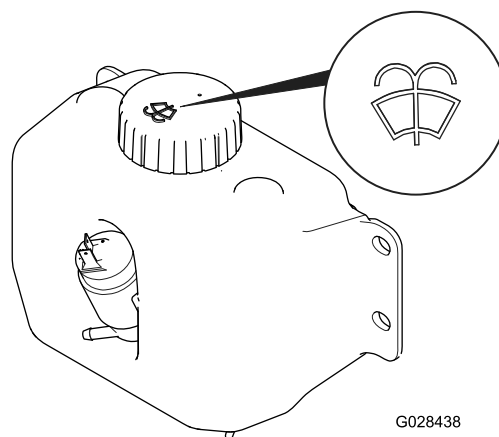

Рисунок 52
2. Откройте капот и найдите бачок стеклоомывателя (Рисунок 52).